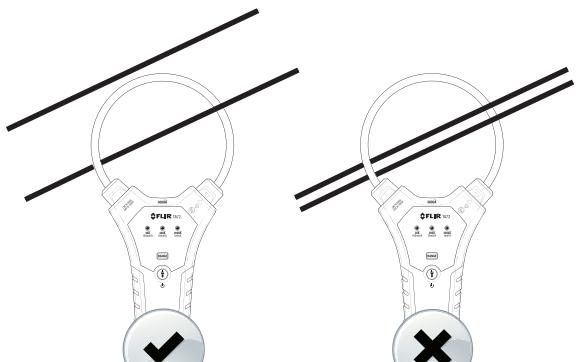

Рис. 5-3. Зажим вокруг проводника only
6. Поместите проверяемый проводник внутрь гибкой рамки зажима (см. рис. 5-3). Соблюдайте максимально допустимую величину измеряемого тока.